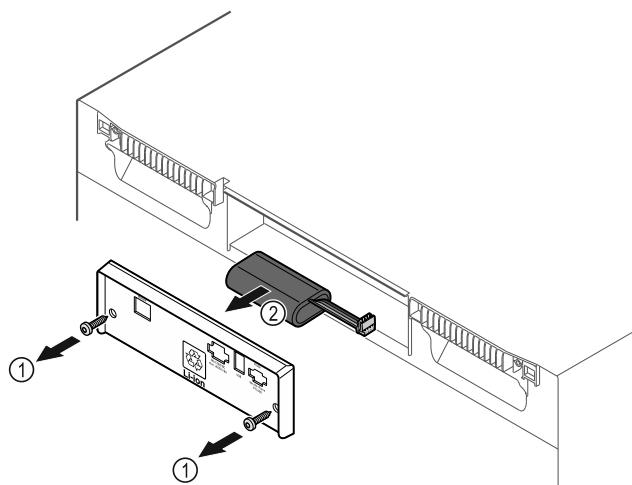

Fig. 173
- Desenrosque los tornillos y retire la tapa de la parte posterior del electrodoméstico Fig. 173 (1).
- Desconecte y retire la batería Fig. 173 (2).